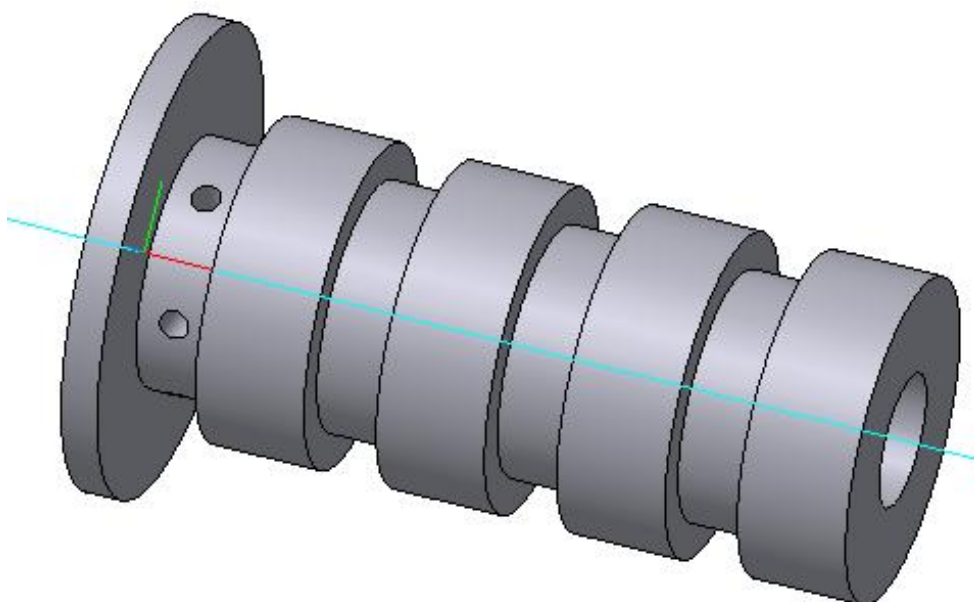

Рис. 114
1.3. Теперь выполните копирование отверстия  $\varnothing 4$  (6 отверстий) вокруг построенной оси командой **Массив по концентрической сетке**, рис. 114.